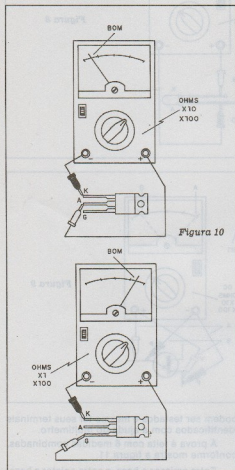

Figura 10
SCRs de baixa e média corrente como os da série 106 podem ser testados de modo simples com o multímetro. Usando uma escala intermediária de resistências (ohms x 10 ou ohms x 100) medimos inicialmente a resistência entre ânodo (A) e cátodo (K) nos dois sentidos, conforme mostra a figura 10.